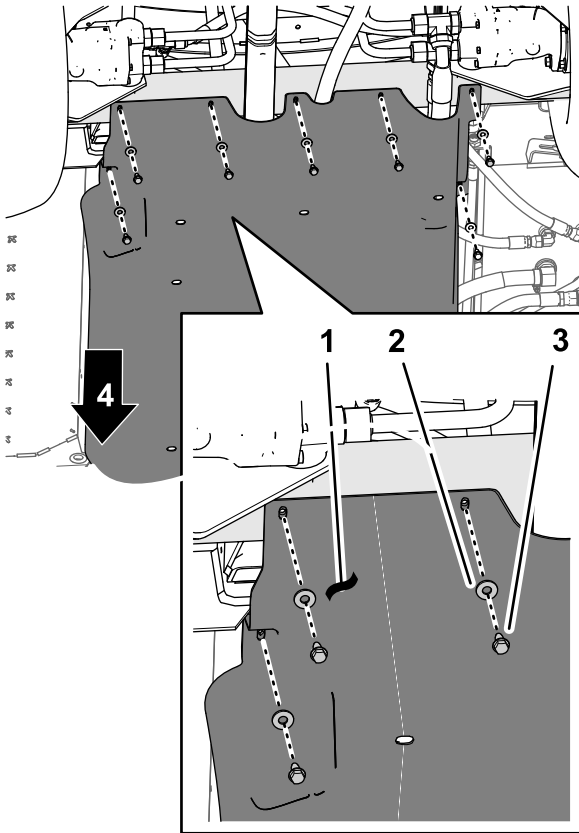

Bild 124
4. Fluchten Sie die Löcher im hinteren Teil der Fahrwerkabdeckung mit den Löchern im Chassis aus (Bild 124).
5. Befestigen Sie den hinteren Teil der Fahrwerkabdeckung mit den sieben Bundkopfschrauben (5/16" x 7/8") und sieben Scheiben (5/16"), die Sie in Schritt 1 in 7 Entfernen der Fahrwerkabdeckung (Seite 15) entfernt haben, am Chassis (Bild 124).